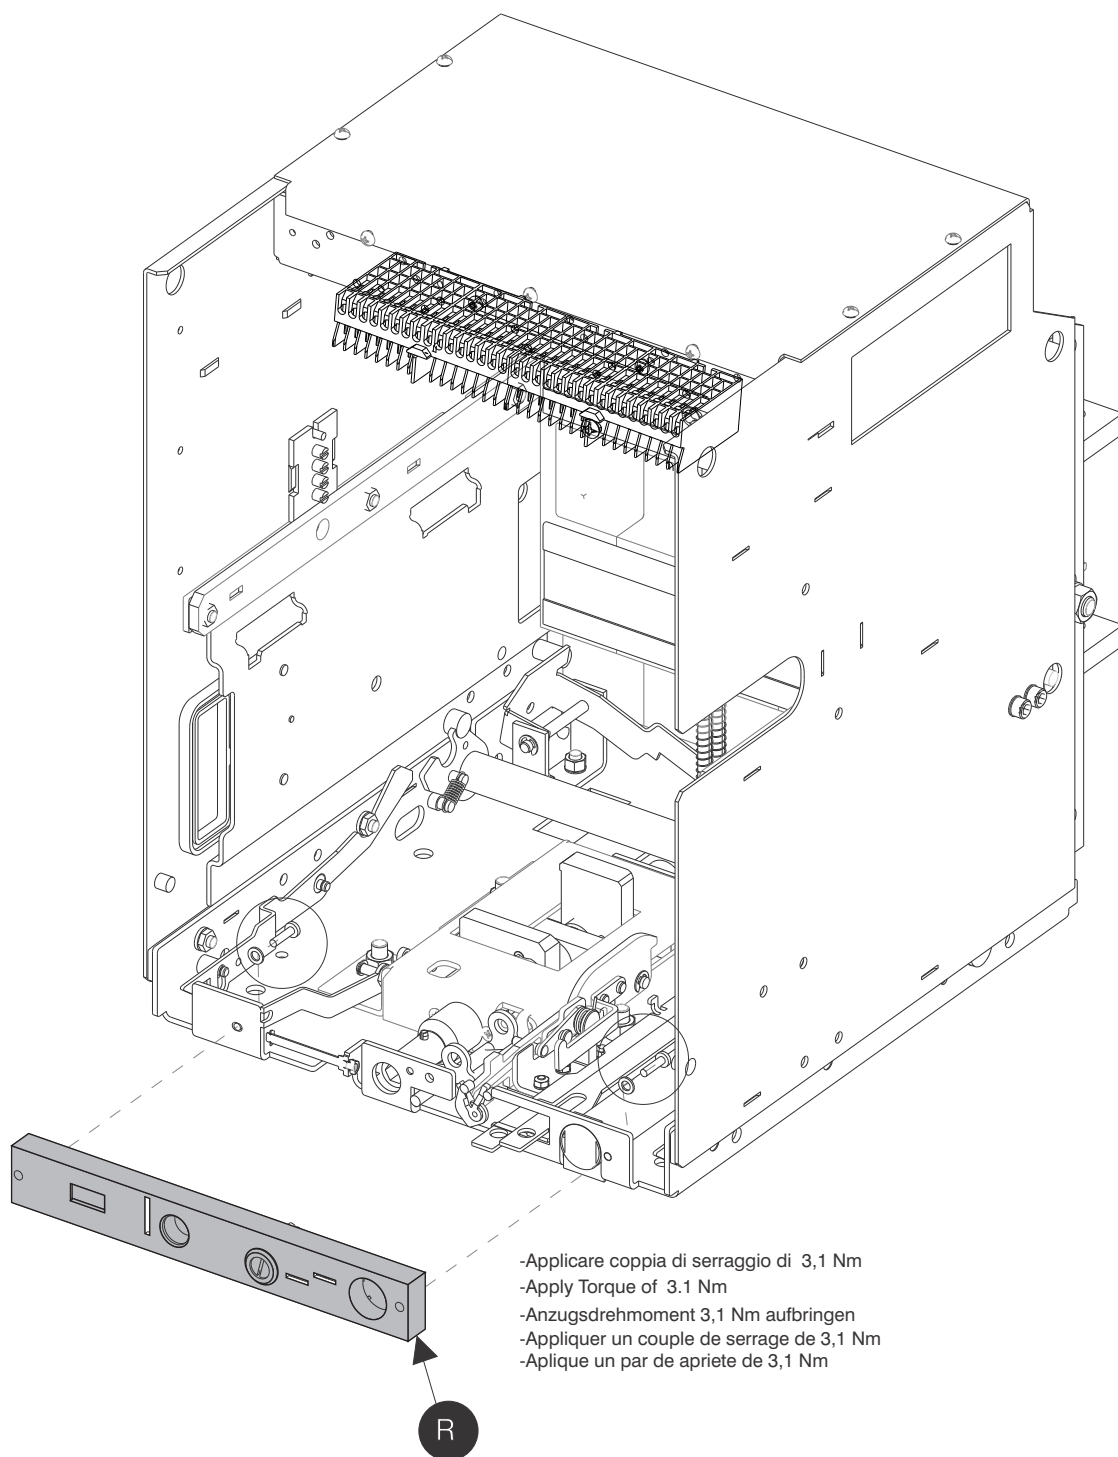

Fig.21
- Assemble the parts shown in figure 21 from M-PACT.
- Montieren Sie die in Abbildung 21 gezeigten Teile aus der M-PACT/M-PACT plus FR1-Kassette
- Assemble the parts shown in figure 21 from the cassette M-PACT/M-PACT plus FR1